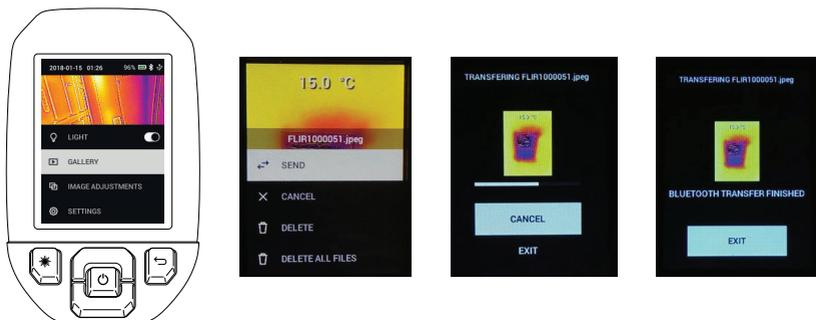

Figure 7.2 Envoi d'images vers un appareil mobile
1. Ouvrez la Galerie d'images de la caméra à partir du menu principal et faites défiler jusqu'à une image à l'aide des flèches de navigation. Reportez-vous aux Figures 7.2 et 7.3 ci-dessous pour obtenir des illustrations appuyant cette section.